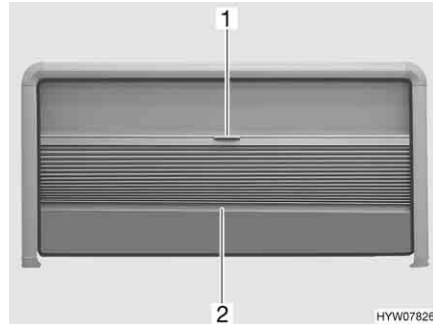

Fig. 82 Finestra apribile
- Afferrare la tendina oscurante pieghevole al centro dell'asta di chiusura (Fig. 82,2) e tirare delicatamente verso il basso.
- Tenere la parte centrale dell'asta di chiusura (Fig. 82,2) della tendina oscurante pieghevole e spingere quest'ultima verso l'alto con cautela.
- Tirare la protezione contro gli insetti (Fig. 82,1) verso il basso utilizzando la maniglia.
- Ricondurre lentamente verso l'alto la protezione contro gli insetti sull'asta di chiusura della tendina oscurante pieghevole (Fig. 82,2).